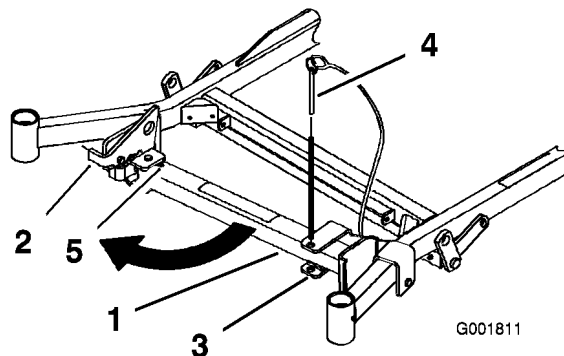
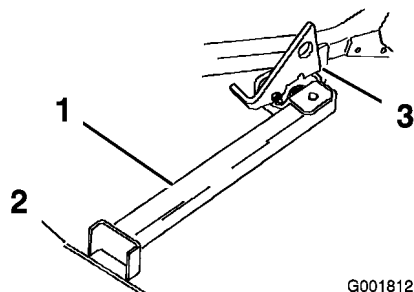

Bild 27
Bild 28
2. Nehmen Sie den Halterungsstift ab (Bild 27).
3. Heben Sie den Riegel an. Drehen Sie den Ständerfuß nach vorne heraus und schieben Sie den Ständer zur Maschine in den unteren Schlitz (Bild 27 und Bild 28).
4. Stellen Sie den Fuß auf den Boden und lassen Sie den Riegel auf der Drehlasche aufliegen (Bild 28).
Hinweis: Stellen Sie den Ständerfuß am besten in Risse auf Gehwegen oder in der Rasenfläche (Bild 28).
- Fahren Sie auf den Stand auf. Halten Sie an, wenn der Riegel über die Lasche in die arretierte Stellung einrastet (Bild 28). Stellen Sie nach dem Auffahren auf den Stand die Feststellbremse fest und stellen Sie den Motor aus.
- Stellen Sie den Ständer wieder in die Ruhestellung (Bild 27).